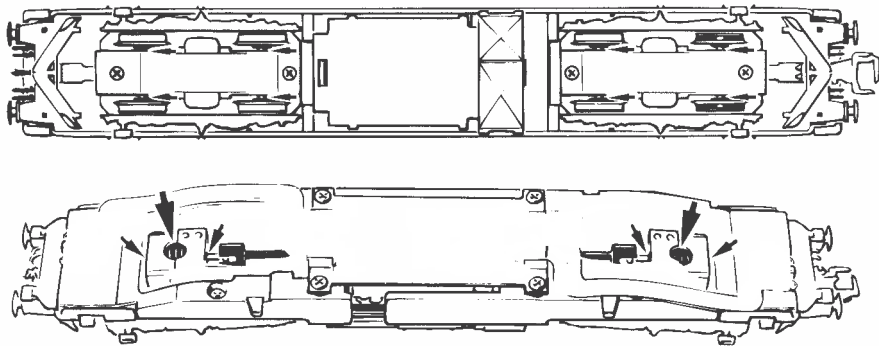

Fig. 8
4. Motorwechsel: Lokgehäuse abnehmen (Fig. 3). Danach wird der Motor ausgebaut und ausgetauscht (Fig. 8).
4. Motor Changing: First remove loco body (fig. 3), and then the motor (fig. 8).
4. Remplacement du moteur: Démontez la caisse (voir fig. 3). Démontez ensuite le moteur (fig. 8).